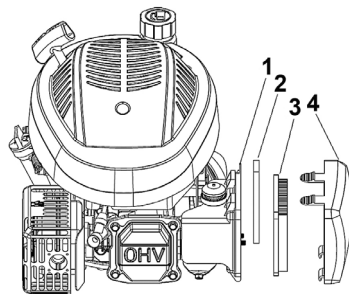

Рис. 12 Обслуживание воздушного фильтра
1. Снимите крышку воздушного фильтра (Рис. 12 п. 4).
2. Извлеките из корпуса фильтрующие элементы (Рис. 12 п. 2,3).